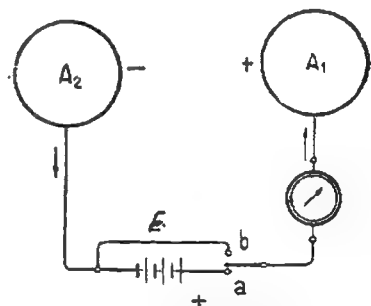

Fig. 143. — Electrizare cu ajutorul elementelor galvanice
b) Cu ajutorul unui electroscope sau al unui pendul constatăm că sfera A_1 s'a încărcat cu electricitate sticloasă, iar sfera A_2 s'a încărcat cu electricitate rășinoasă. După cum se vede din fig. 143 electricitatea sticloasă corespunde bornei $+$ a bateriei și electricitatea rășinoasă bornei $-$.
89. **Electrizarea se produce numai pe suprafața exterioară a corpurilor.** Să presupunem că cele două sfere din experiența din fig. 143 sunt goale pe dinăuntru. Orice tensiune vom aplica, vom constata că în interior nu este nicio sarcină electrică.
90. **Câmp electric. Linii de forță.** Oriunde vom duce un corp electrizat în jurul sferelor A_1 și A_2 , fig. 143, vom constata că este atras sau respins, după semnul sarcinilor electrice. Deci, oriunde în jurul unui corp electrizat se exercită forțe. Vom spune că există un **câmp electric**.
91. **Capacitatea electrică.** Să continuăm experienţele cu aparatele din fig. 143. Să închidem întrerupătorul în poziţia a . Vom observa la galvanometru un curent I trecător în timpul t . Ştim că a trecut o cantitate de electricitate.